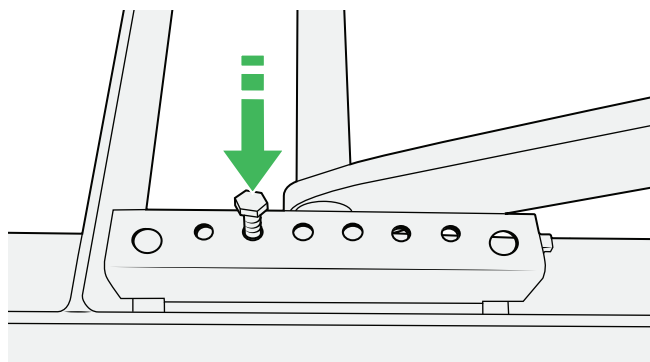

Figure 26
6. Placez les boulons de sécurité dans les trous de verrouillage des deux côtés pour fixer la position du chariot à ciseaux. Voir Figure 26.